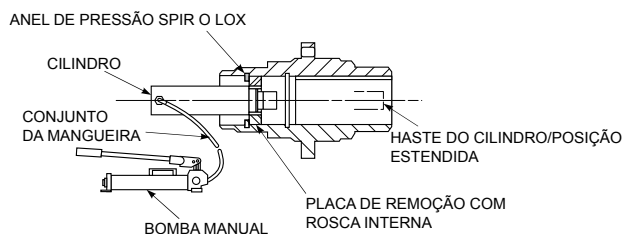

Figura 10
- Consultando a Figura 10, insira a placa de remoção roscada (fabricada no local de acordo com as especificações da Tabela 6) e o anel Spir O Lox® (Tabela 5) no furo do eixo oco.